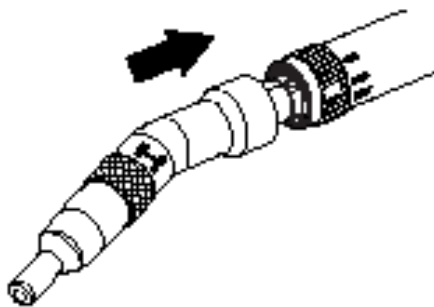

Figura 5 - Instalando o mandril
2. Colocar o mandril na orientação desejada sobre a peça de mão. Empurrar firmemente e rosquear o mandril sobre a peça de mão até que esteja assentado. (figura 5).